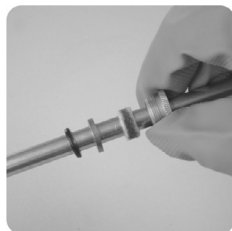

Fig. 14
10. Verificar se os anéis estão danificados/gastos, conforme fig. 14 e 15.